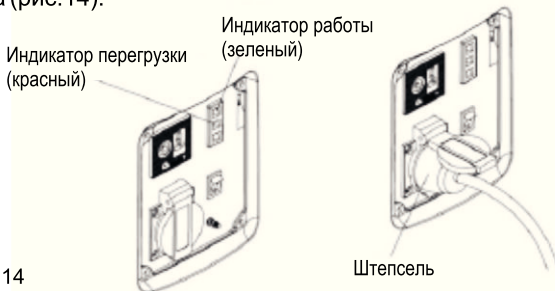

Рис. 14
2. Убедитесь, что подключаемое к цифровому генератору электрооборудование находится в выключенном состоянии, только после этого вставьте вилку в розетку генератора (рис. 14).